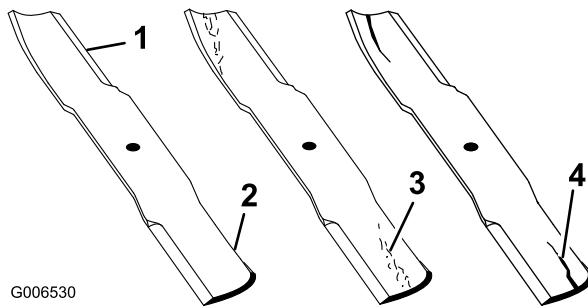

Bild 89
- Untersuchen Sie die Schnittkanten (Bild 89). Entfernen und schärfen Sie die Messer, wenn die Schnittkanten nicht scharf sind oder Auskerbungen aufweisen. Siehe Schärfen der Messer“.
- Prüfen Sie die Schnittmesser, insbesondere den gebogenen Bereich (Bild 89). Wenn Sie Schäden, Verschleiß oder Rillenbildung in diesem Bereich feststellen (Bild 89), sollten Sie sofort ein neues Schnittmesser einbauen.